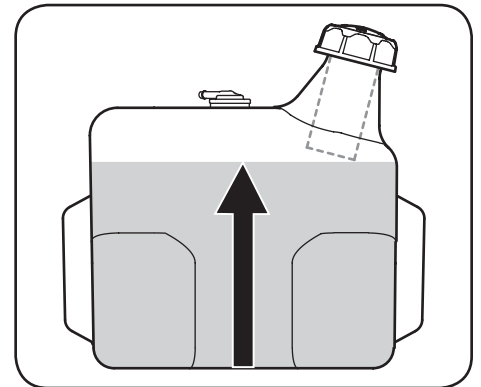

Figura 2-10
- Cargue el depósito de combustible con gasolina. Sólo se debe utilizar gasolina limpia, nueva (con menos de 30 días de antigüedad) y sin plomo. Llene el depósito no más de 1/2" por debajo de la base del cuello de llenado dejando espacio para la expansión del combustible. Consulte la Figura 2-10.
IMPORTANTE: No llene en exceso el depósito de combustible. Llene el depósito no más de $\frac{1}{2}$ " por debajo de la base del cuello de llenado dejando espacio para la expansión del combustible. Consulte la Figura 2-10.